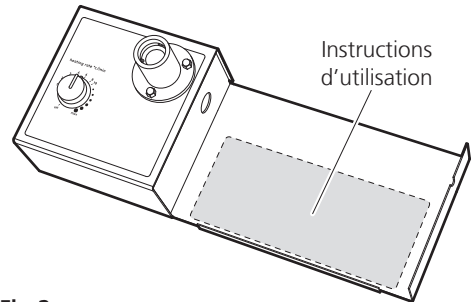

Fig 2
2. (Première utilisation uniquement) Lorsque l'appareil est déballé, choisir l'étiquette d'instructions adhésive appropriée parmi le choix de langues. Décoller l'arrière et coller l'étiquette sur la grande zone métallique creuse du côté droit du MP-100 (voir Fig. 2). Appliquer délicatement l'étiquette à l'aide d'un objet plat pour lisser et chasser les bulles d'air.